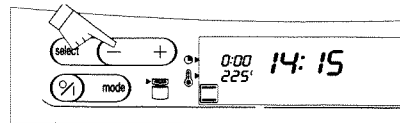

Fig. 6
5. Pulse las teclas  para regular el tiempo de cocción que desee (fig. 6).